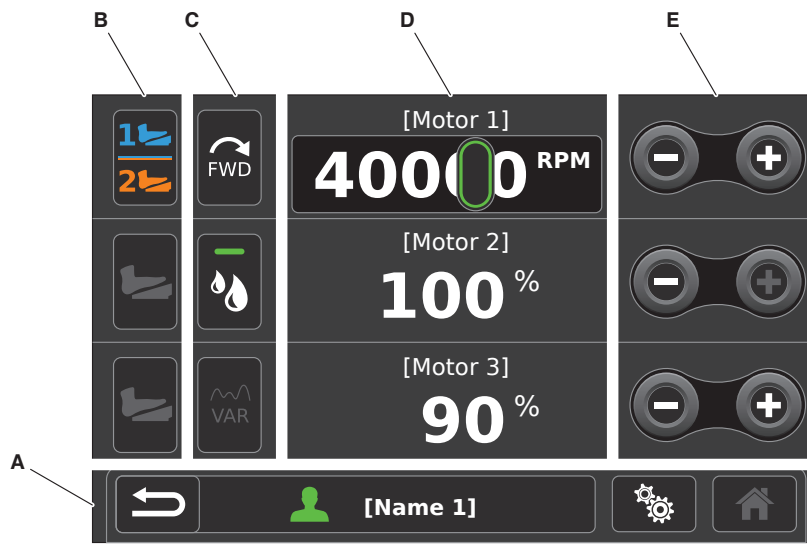

Figure 10 – Écran d'accueil
- Pour chaque dispositif connecté, définir les réglages suivants selon les besoins (Figure 10) :